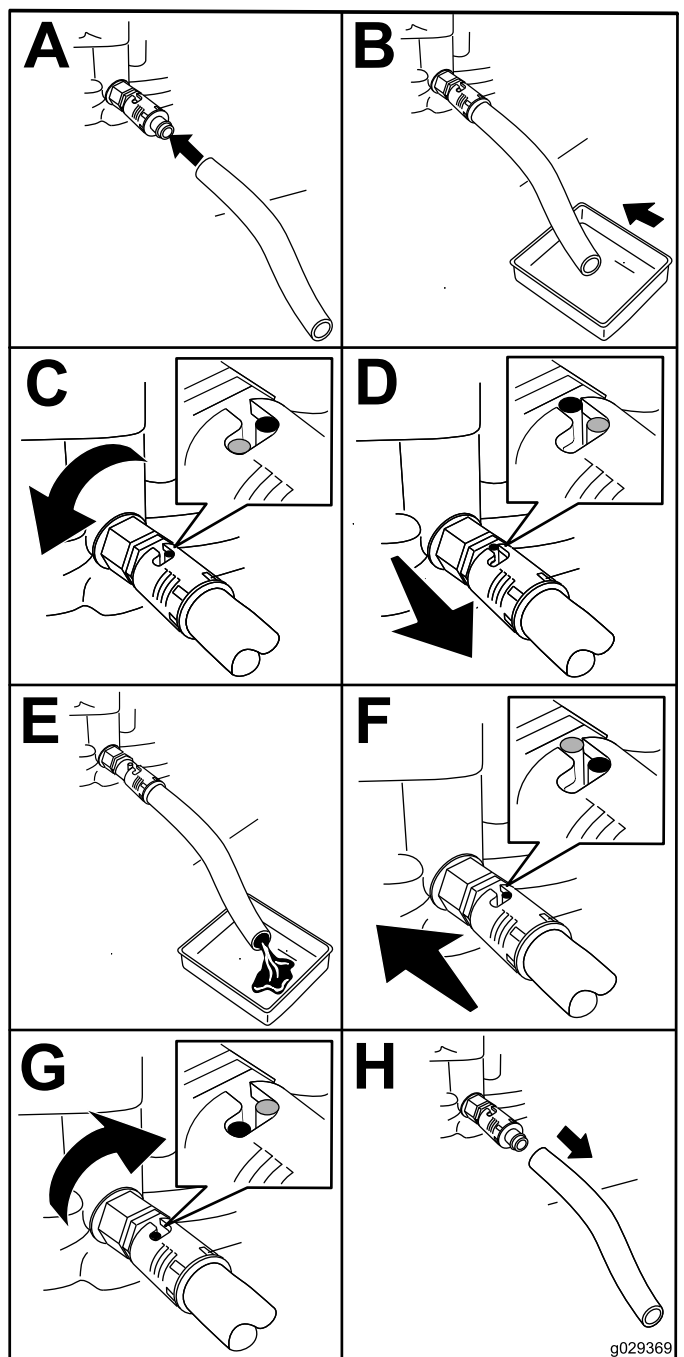

Рисунок 30
4. Установите сливной шланг на сливной клапан (Рисунок 30).
5. Поместите другой конец шланга в подходящий контейнер для масла (Рисунок 30).
6. Поверните маслосливной кран на $\frac{1}{4}$ оборота против часовой стрелки, чтобы начать слив масла (Рисунок 30).
7. После того как все масло стечет, закройте маслосливной кран, повернув его на $\frac{1}{4}$ оборота по часовой стрелке (Рисунок 30).